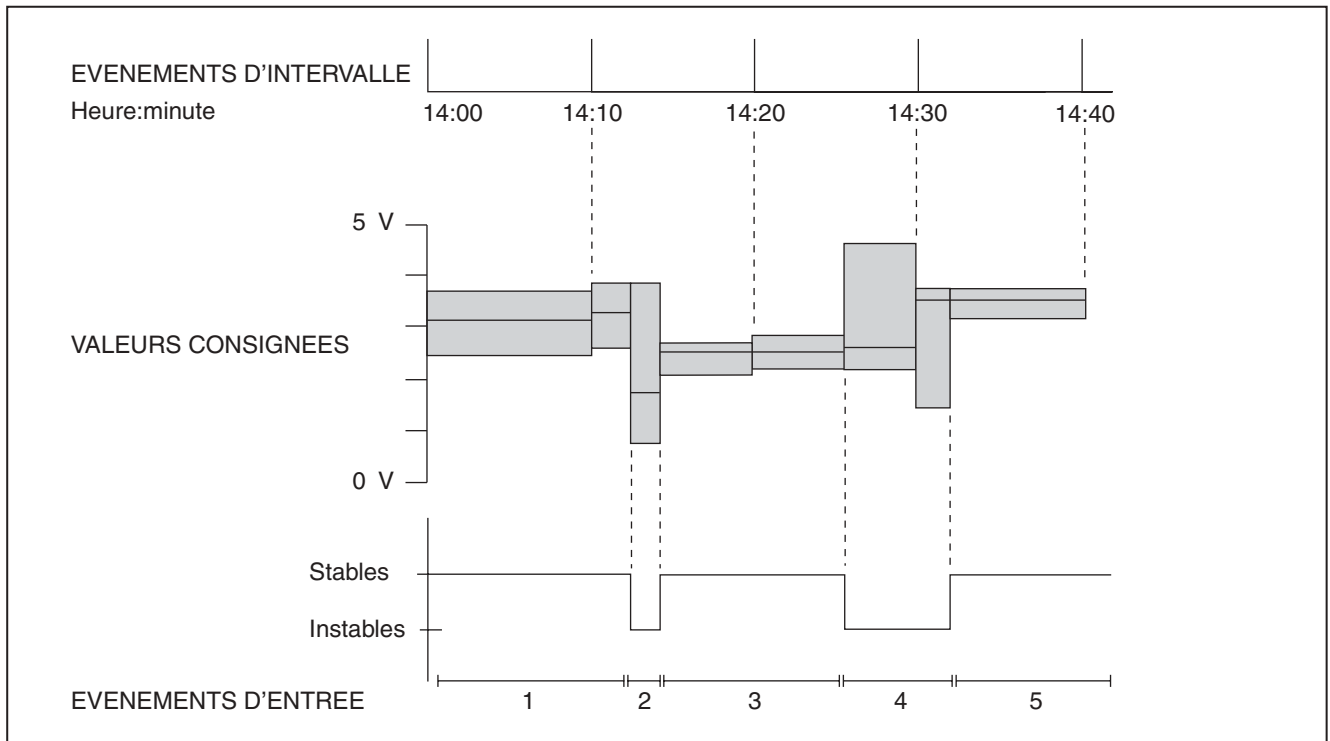

Figure 2. Événements d'intervalle et Événements d'entrée
Les événements d'entrée sont décrits comme *stables* ou *instables*. Les événements d'entrée stables présentent des valeurs qui tombent à l'intérieur des paramètres définis par l'opérateur. Les événements d'entrée instables présentent des valeurs qui tombent à l'extérieur des paramètres définis par l'opérateur. Voir la figure 2.
- Les *événements d'intervalle* sont enregistrés lorsque l'intervalle de consignation défini par l'opérateur arrive à échéance. Les événements d'intervalle sont en somme une suite de lectures divisée en tranches temporelles. Voir la figure 2.